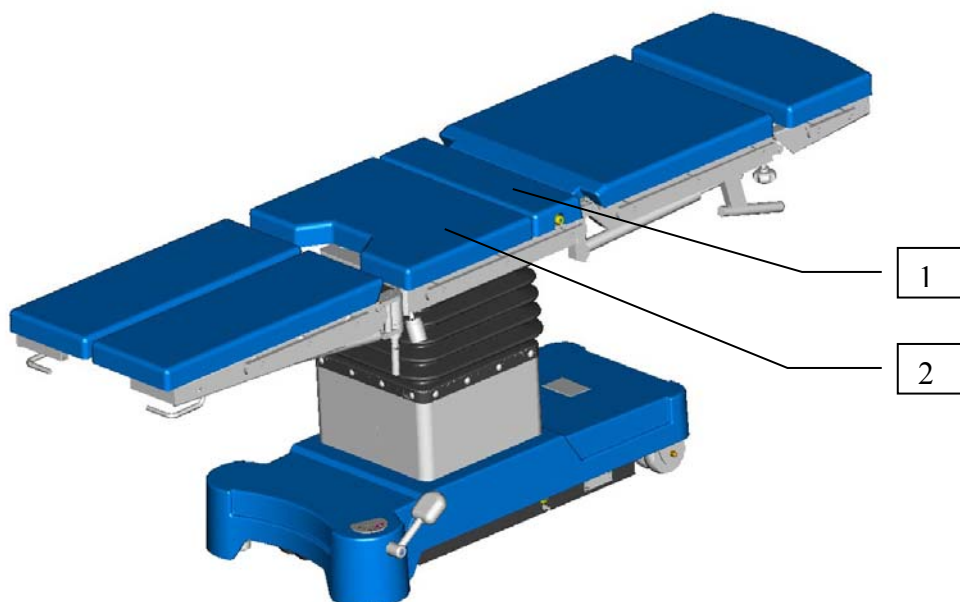

Рис.4
4. Установите почечный валик (поз.1 рис.4) с помощью 4 винтов М6х16 из комплекта поставки.
Установите подушку (поз.2 рис.4).